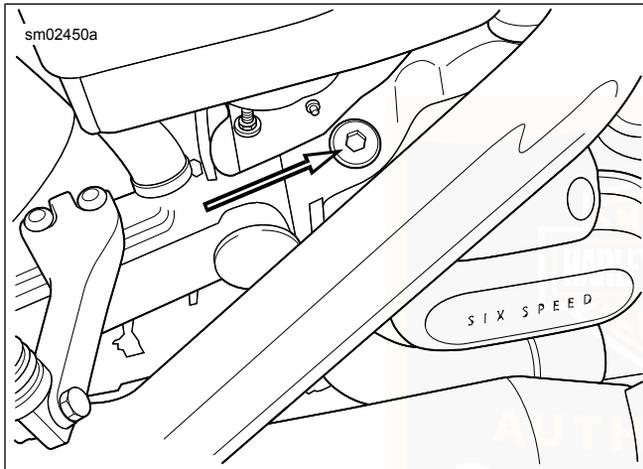

Abbildung 26. Lage des Getriebeeinfüllverschlussstopfens/Ölmesstabs
1. Siehe Abbildung 26. Einfüllverschlussstopfen/Ölmesstab für Getriebeschmiermittel entfernen. Den Ölmesstab sauber wischen.
1. Siehe Abbildung 26. Den Getriebeeinflussverschlussstopfen/Ölmessstab entfernen.